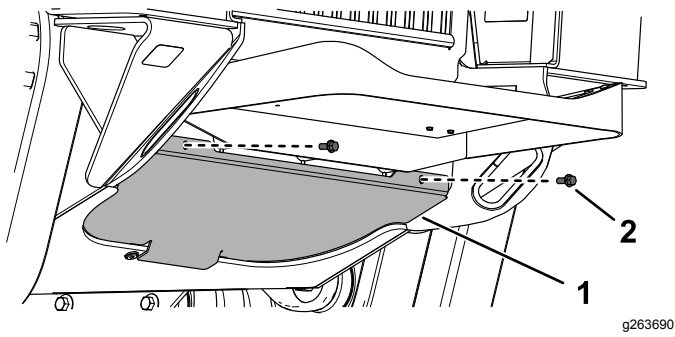

Figura 42
1. Retire los 2 pernos que sujetan la placa inferior (Figura 42).